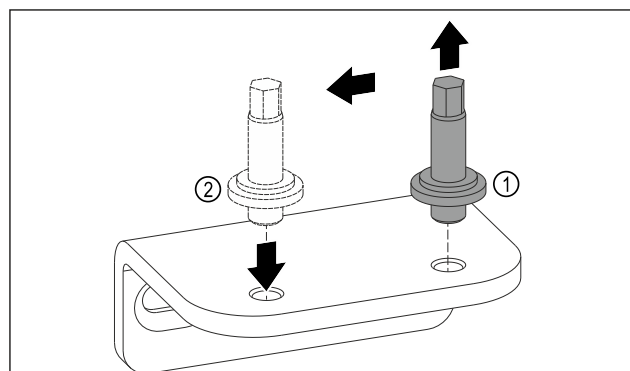

Fig. 13
- Dévisser l'axe du support de palier inférieur avec une clé mâle coudée pour vis à six pans creux de 5. Fig. 13 (1)
- Placer l'axe du côté opposé. *Fig. 13 (2)*